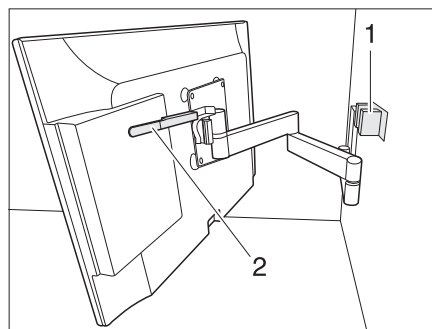

Fig. 104 Support à bras articulé
- Pousser le levier (Fig. 104,2) vers le bas pour détacher l'écran plat du dispositif de blocage (Fig. 104,1). Relâcher le levier.